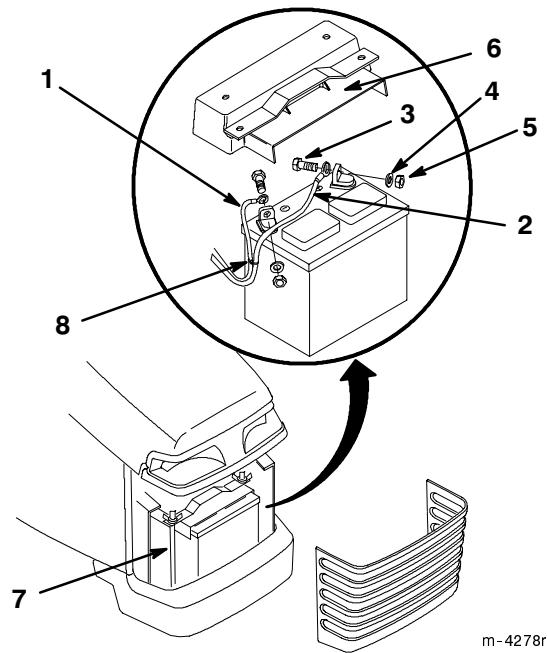

Abbildung 54
- Den Batterieschild entfernen (Abb. 54).
- Das negative (schwarze) Massekabel von der Batterieklemme lösen (Abb. 54).
- Das positive (rote) Kabel von der Batterieklemme lösen (Abb. 54).
1. Die Batterie auf die Grundplatte setzen (Abb. 54).
2. Mit Schraube, Unterlegscheibe und Sicherungsmutter das positive (rote) Kabel an der positiven (+) Batterieklemme anschließen (Abb. 54).
3. Mit Schraube, Unterlegscheibe und Sicherungsmutter das negative (schwarze) Kabel an der negativen (-) Batterieklemme anschließen (Abb. 54).
4. Den Batterieschild wieder anbringen und mit Haltestangen und Flügelmuttern am Chassis befestigen (Abb. 54).